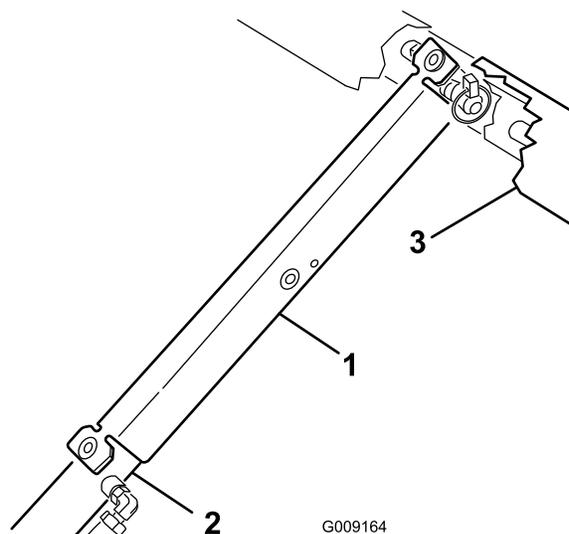

図 32
3. サポートをシリンダロッドにはめ込み、安全サポートの端部でシリンダバレルの端とシリンダロッドの端を確実に支える図 32。